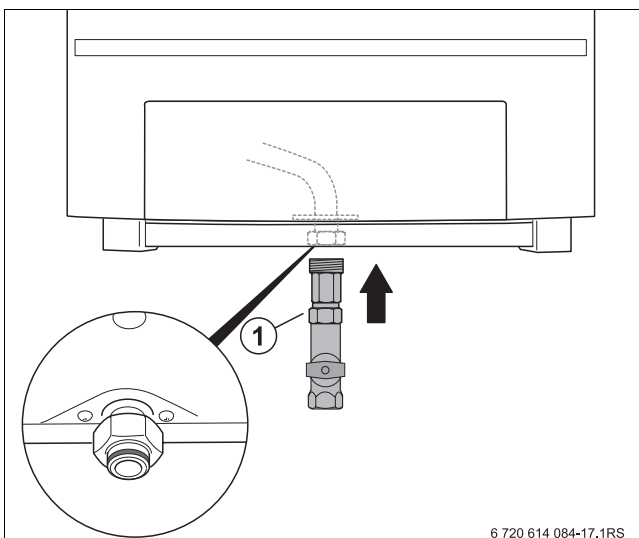

Fig. 12 Realizarea racordului de gaze
- ▶ Asigurați-vă că garnitura plată se află în conducta de alimentare cu gaz (→ lupă fig. 12).